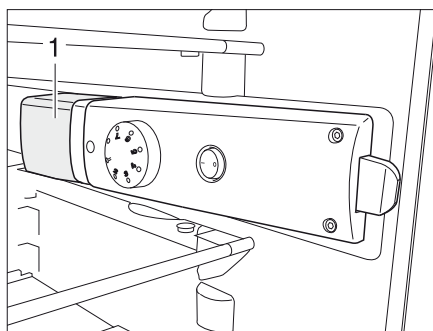

Bild 381 Kylskåpsbelysning
- Ta tag underifrån i lampans skydd (Bild 381,1) och lyft den ca. 3 mm.